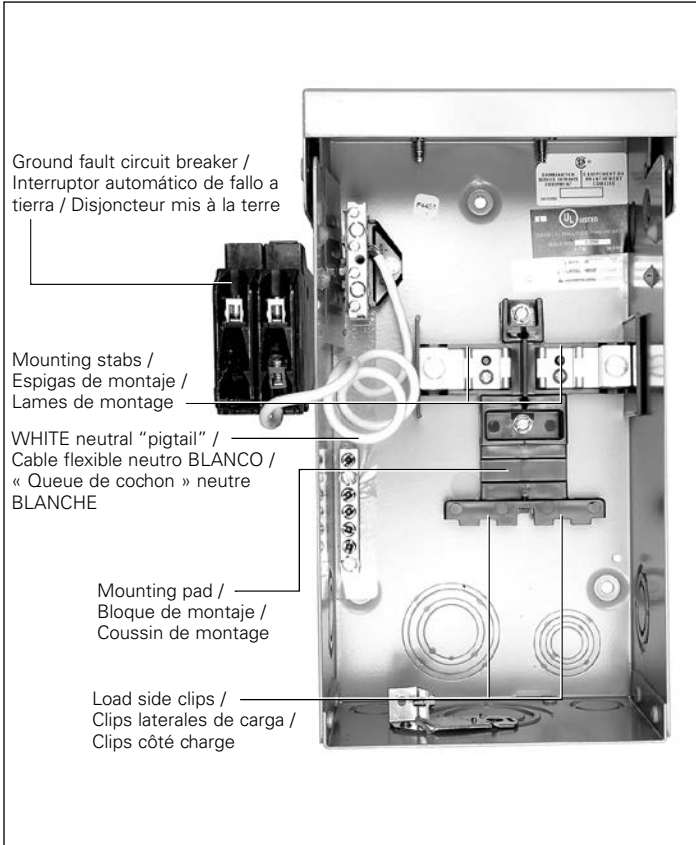
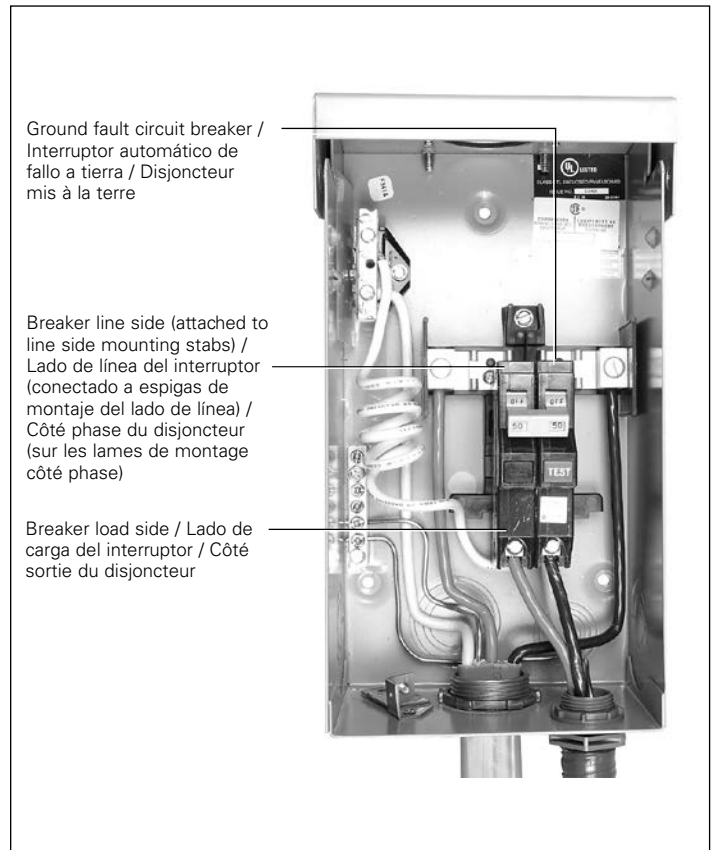

Figure 1. / Figura 1. / Figure 1.
Figure 4. / Figura 4. / Figure 4.
1. Remove hardware and literature from spa panel housing. Remove ground fault circuit breaker (GFCI) from the mounting pad inside the spa panel. Pull the top of the GFCI (Line Side) down and out. The top of the breaker will detach from the mounting stabs and the bottom of the breaker will slide off of the lip that holds it in place. See **Figure 1**.
1. Enlevez les pièces et les documents se trouvant dans l'armoire électrique du tableau. Retirez le disjoncteur GFCI du coussin de montage à l'intérieur de l'armoire électrique. Abaissez le haut du GFCI (côté phase) et sortez-le. Le haut du disjoncteur se détache des lames de montage et le bas sort de son rail de positionnement. Voir la **Figure 1**.
4. Remount the GFCI into the spa panel by engaging the load side (bottom) clips (**Figure 1**) first and then push the top of the breaker up and inward to engage the line side mounting stabs. See **Figure 4**.
4. Remontez le GFCI dans l’armoire électrique de la piscine en insérant d’abord les clips du côté sortie (en bas) (**Figure 1**), puis en enfonçant le haut du disjoncteur vers le haut, afin d’engager les lames de montage côté phase. Voir la **Figure 4**.